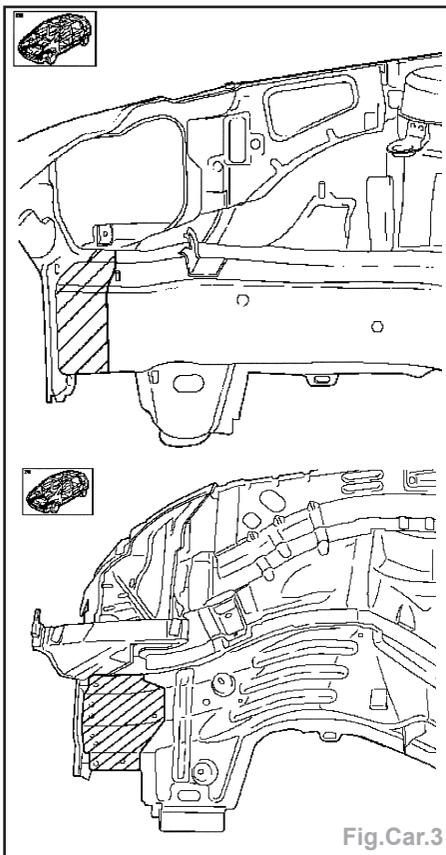

Fig.Car.3
- Détacher le longeron et la plaque (Fig. Car.3).